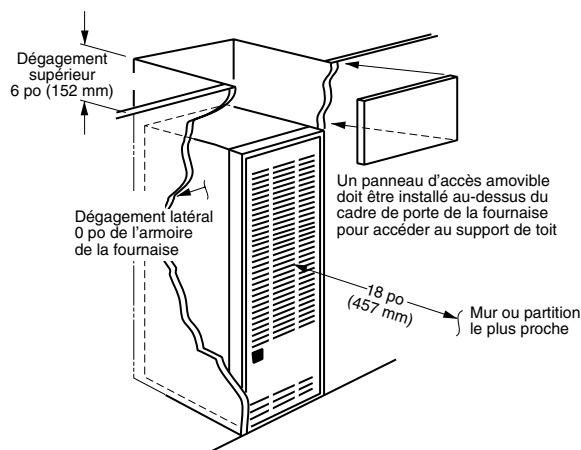
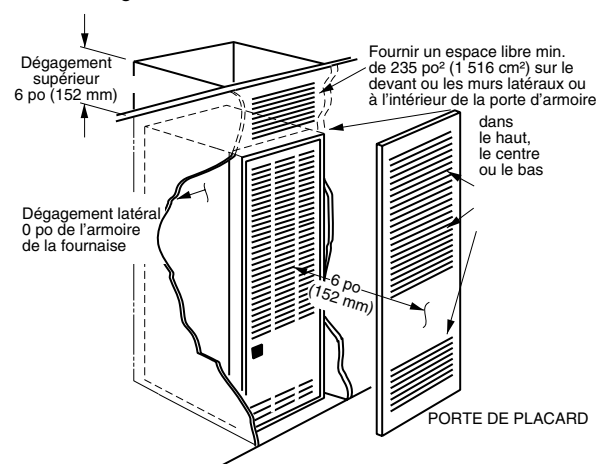
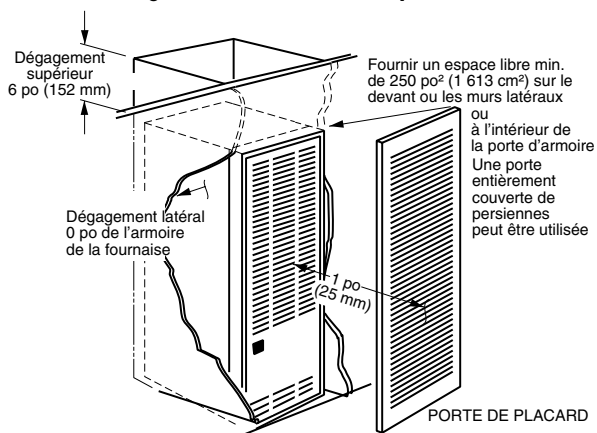

Figure 1. Installation dans une alcôve
Figure 2. Installations de placard
Figure 3. Dégagement spécial de 2,5 cm
Cet appareil de chauffage doit être installé avec un dégagement au moins égal aux minimums spécifiés dans le Tableau 1, (page 5). Cette fournaise doit être installée avec un dégagement amplement suffisant pour permettre un accès facile au filtre à air, à l'ensemble du souffleur, à l'ensemble du brûleur, aux commandes et aux branchements d'aération. Voyez la Figure 1, Figure 2 et la Figure 3.
- Les dimensions de la pièce ou de l'alcôve doivent convenir à la taille complète des dégagements de la fournaie et de l'installation spécifiés dans le Tableau 1, (page 5) et dans la Figure 1 (page 4).